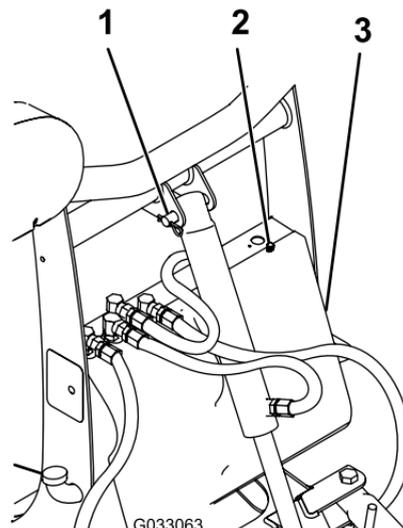

Figure 24
2. Retirez la goupille fendue et l'axe de chape au sommet du vérin de levage et inclinez-le en avant (Figure 24).
3. Retirez les 2 vis à oreilles qui fixent le couvercle de la tour d'accouplement sur la tour (Figure 24).